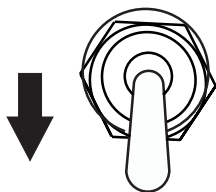

Figure 27. Commutateur de commande du ralenti (ARRÊT)
2. Placer le commutateur de commande du ralenti (Figure 27) en position **ARRÊT**.